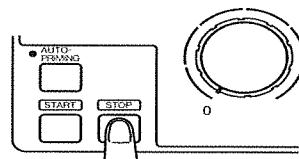

図9
11. 循環終了時は、逆流を避けるため、人工肺より患者側の送血ラインをクランプする。その後モーター回転数調節ツマミを回して「0」にした後【STOP】(ストップ)スイッチを押してモーターの回転を停止する。(図9)